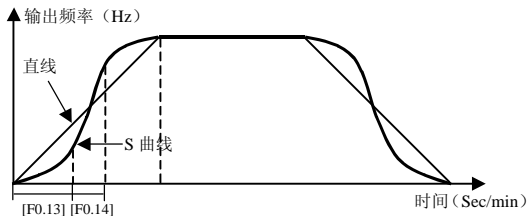

图 6-3 加 减 速 曲 线
**LED 个位:** 变频器加减速曲线类型设定。参考图 6-3。
参数[F0.13]和[F0.14]定义了 S 曲线的特征参数, 共分为 3 个阶段, 如图 6-3 所示。加减速起始段是输出频率的斜率从 0 逐渐增大的过程; 加减速、速上升/下降段输出频率的斜率保持不变; 加减速结束段变频器输出频率的斜率由大逐渐减小至 0。